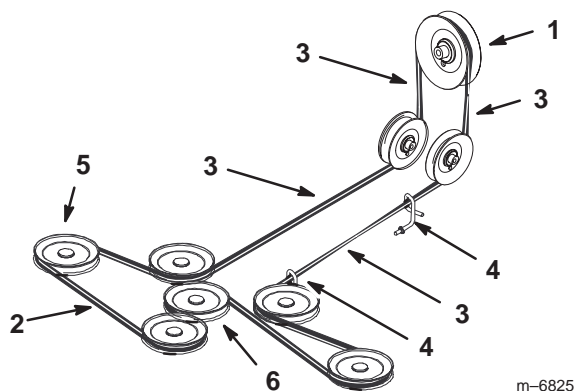

Figure 73
5. Installez la courroie neuve autour des poulies d'axe et de la poulie de tension du plateau de coupe, dans les guides de courroie, dans l'ensemble bras de tension arrière et l'embrayage (Fig. 73).
Important Vérifiez le vrillement de la courroie entre les poulies. Il doit être conforme aux spécifications de la Figure 73.